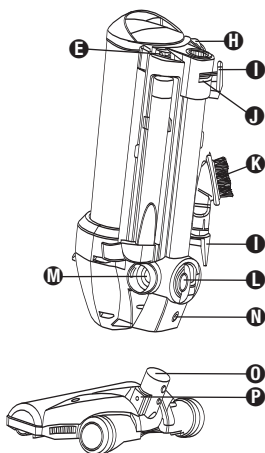

FIG. 2
- E** Off / Suction / Brushroll switch (FIG. 2)
- H** Dust cup release button (FIG. 2)
- I** Cord hook (FIG. 2)
- J** Telescoping handle release (FIG. 2)
- K** Dusting brush (FIG. 2)
- L** Hose actuator valve (FIG. 2)
- M** Hose coupling (FIG. 2)
- N** Lock button (FIG. 2)
- O** Receiving tube (FIG. 2)
- P** Connector pins (FIG. 2)
- E** Interruptor para apagar / accionar la succión / accionar el cepillo circular (FIG. 2)
- H** Botón para liberar el recipiente para polvo (FIG. 2)
- I** Ganchos para el cordón (FIG. 2)
- J** Acople de la manguera (FIG. 2)
- K** Cepillo para polvo (FIG. 2)
- L** Válvula que acciona la manguera (FIG. 2)
- M** Acople de manguera (FIG. 2)
- N** Botón traba (FIG. 2)
- O** Traba para liberar el mango plegadizo (FIG. 2)
- P** Pasadores conectadores (FIG. 2)